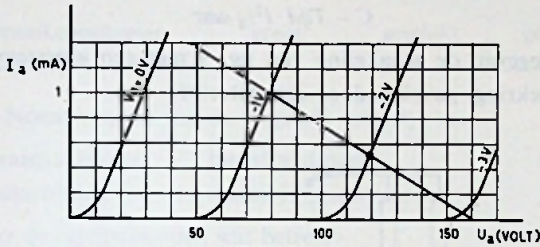

FIG. 6
c. In fig. 6 is een gedeelte van de karakteristiekenbundel nogmaals getekend; hierin is een belastingslijn aange-